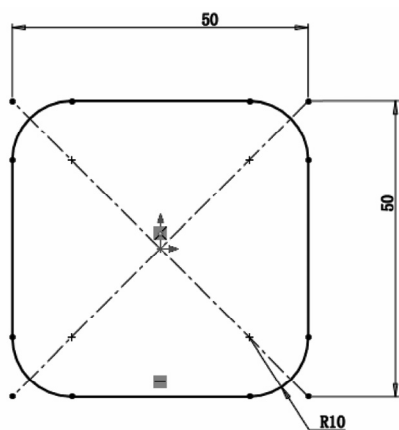
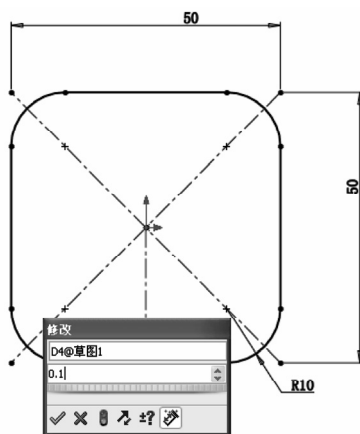

图 10-35 绘制矩形
图 10-36 绘制两条竖直直线
1) 首先绘制第一个草图。在左侧的 FeatureMannger 设计树中选择“上视基准面”作为绘图基准面,然后单击“草图”控制面板中的 (中心矩形)按钮,或选择“工具”→“草图绘制实体”→“中心矩形”菜单命令,绘制一个中心在原点的矩形,标注矩形长宽值分别为 50、50。将矩形直角进行圆角,半径值为 10,如图 10-35 所示。绘制一条竖直的构造线,然后绘制两条与构造线平行的直线,单击“草图”控制面板“显示/删除几何关系”下拉列表中的 (添加几何关系)按钮,选择两条竖直直线和构造线添加对称几何关系,然后标注两条竖直直线距离值为 0.1,如图 10-36 所示。